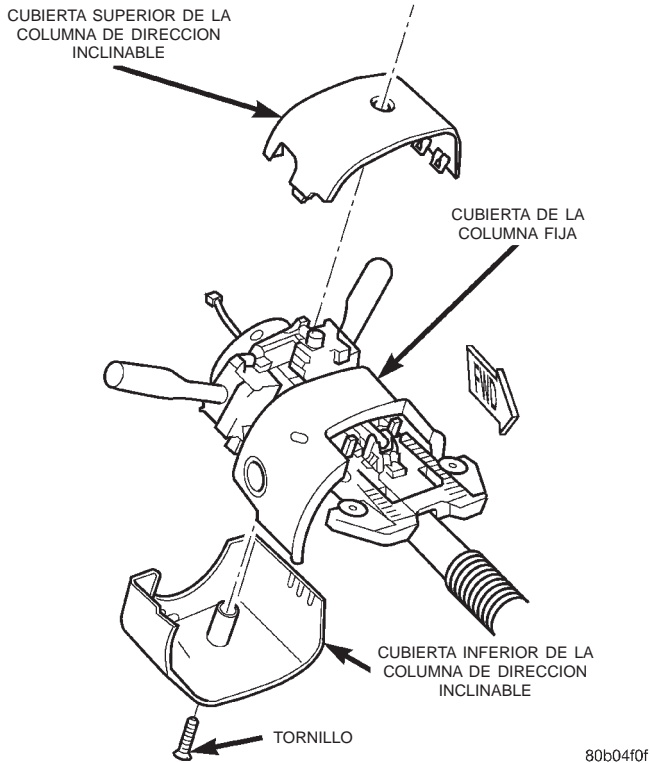
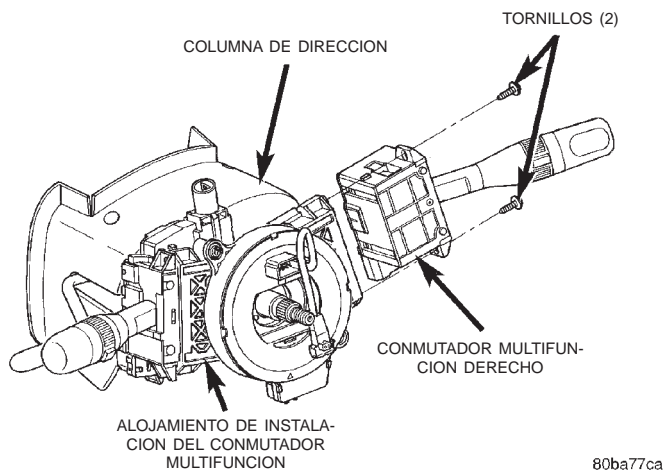

Fig. 15 Desmontaje e instalación de la cubierta de la columna de dirección
Fig. 16 Desmontaje e instalación del conmutador multifunción
(1) Desconecte y aisle el cable negativo de la batería.
(2) Retire el tornillo que fija la cubierta inferior de la columna de dirección inclinable al alojamiento de instalación del conmutador multifunción en la columna de dirección (Fig. 15).
(3) Separe las dos mitades de la cubierta de la columna de dirección inclinable y retire ambas mitades de la columna de dirección.
(4) Desconecte el conector de mazo de cables de tablero de instrumentos del receptáculo del conector de conmutador de limpiador y lavador (multifunción derecho).
(5) Retire los dos tornillos que fijan el conmutador multifunción derecho al alojamiento de instalación del conmutador multifunción (Fig. 16).
(6) Retire el conmutador multifunción derecho del alojamiento de instalación del conmutador.